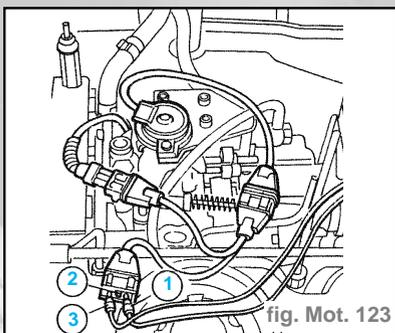

fig. Mot. 123
- Insérer la bride pour relever la tension en parallèle entre les connecteurs du câble de branchement centrale-potentiomètre (fig. Mot. 123).